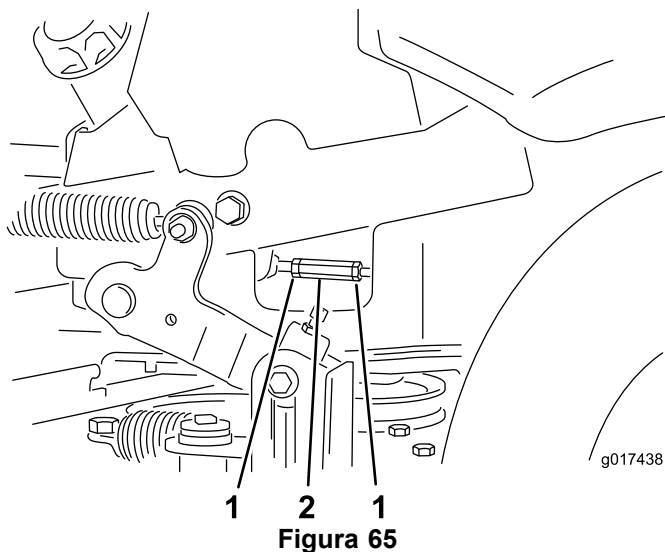

Figura 65
14. Ajuste las varillas de control de la bomba aflojando las 2 contratueras y girando la tuerca de ajuste en el sentido apropiado, hasta que las ruedas se muevan ligeramente en marcha atrás (Figura 65).
16. Apriete las 2 contratueras contra la tuerca de ajuste (Figura 65).